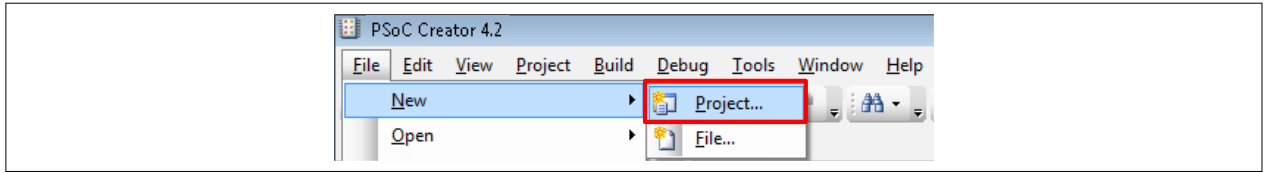

図 14 PSoC™ Creator プロジェクトを新規作成
- 図 14 に示すように **File > New > Project** を選択します。Create Project ウィンドウが表示されます。
ヒント: PSoC™ Creator は、自動的にさまざまなプロジェクトオプションを特定の開発キットやターゲットデバイスに設定するため、開発時間を短縮できます。このステップのヘルプについては、図 14 を参照してください。